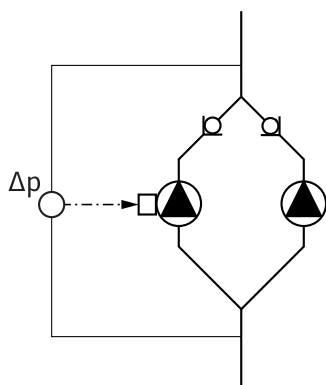

Fig. 18: Παράδειγμα, σύνδεση αισθητηρίου διαφορικής πίεσης
- Στο παράδειγμα Fig. 18 η κύρια αντλία είναι η αριστερή αντλία στην κατεύθυνση ροής. Σε αυτήν την αντλία πρέπει να συνδέσετε το αισθητήριο διαφορικής πίεσης.
- Τα σημεία μέτρησης του αισθητηρίου διαφορικής πίεσης της κύριας αντλίας πρέπει να είναι στον εκάστοτε συγκεντρωτικό σωλήνα στην πλευρά αναρρόφησης και κατάθλιψης της εγκατάστασης διπλής αντλίας (Fig. 18).